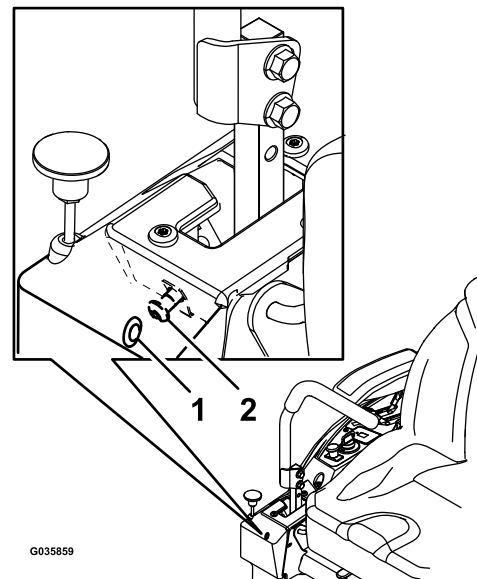

Figura 56
6. Se la macchina punta a destra, inserite una chiave esagonale da 3/16" nel foro di accesso del pannello di copertura anteriore destro e ruotate la vite di puntamento in senso orario o antiorario per regolare la corsa della leva (Figura 56).
7. Se la macchina punta a sinistra, inserite una chiave esagonale da 3/16" nel foro di accesso del pannello di copertura anteriore destro e ruotate la vite di puntamento in senso orario o antiorario per regolare la corsa della leva (Figura 56).